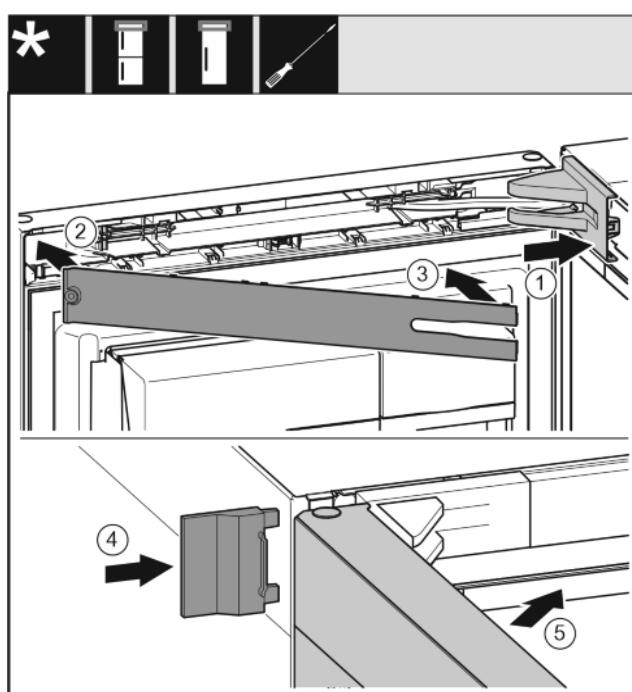

Fig. 40
- ▶ Nasadte kryt ložiskovej konzoly a zaistite, príp. opatrne roztlačte. Fig. 40 (1)
- ▶ Nasadte kryt. Fig. 40 (2)
- ▶ Kryt priklopte a zaistite. Fig. 40 (3)
- ▶ Nasuňte vonkajší kryt. Fig. 40 (4)
- ▶ Zatvorite horné dvere. Fig. 40 (5)